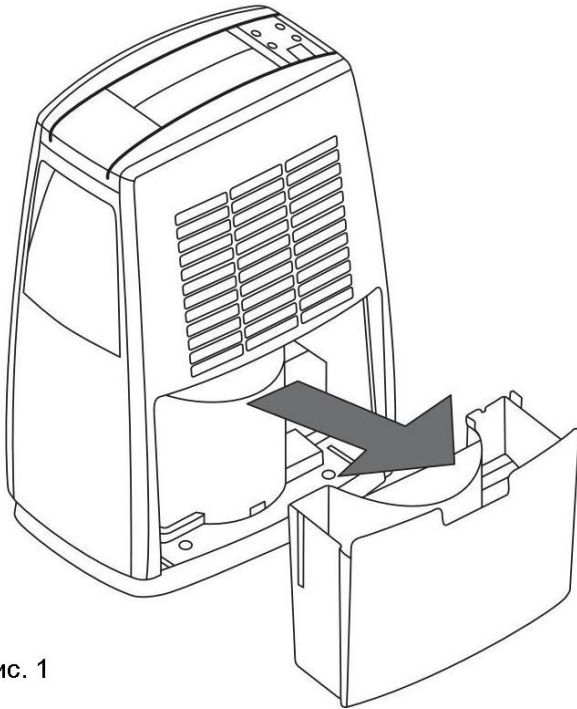

Рис. 1
- При наполнении резервуара для воды загорится красная лампочка “Tank full”, прибор отключится. Подождите примерно 15 минут, прежде чем извлечь резервуар, чтобы оставшаяся вода могла стечь в него. Осторожно извлеките резервуар, чтобы не повредить поплавков, и вылейте воду (рис. 1 + 2).